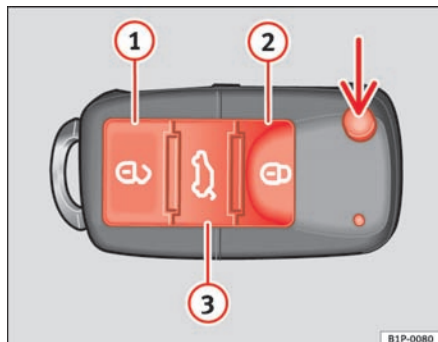

Fig. 64 Teclas de la llave con mando a distancia
Con la tecla ⇒ fig. 64 (flecha) del mando, se desbloquea el paletón de la llave.
Desbloqueo del vehículo ⇒ fig. 64 ①.
Bloqueo del vehículo ⇒ fig. 64 ②
Desbloqueo del portón trasero. Pulse la tecla ⇒ fig. 64 ③ hasta que todos los intermitentes del vehículo parpadeen brevemente. Al pulsar la tecla de desbloqueo ③, dispone de 2 minutos para abrir el portón. Una vez transcurrido este tiempo se bloqueará de nuevo.
Además, el testigo de la pila de la llave ⇒ fig. 64, parpadea.
Pulsando una vez la tecla ⇒ fig. 64 ①, se abrirá sólo la puerta del conductor, permaneciendo el resto cerradas.
Pulsando dos veces la tecla  ⇒ **página 105, fig. 64** , se desbloquearán todas las puertas.
⇒ **página 105, fig. 64** desde la cerradura de la puerta del conductor.